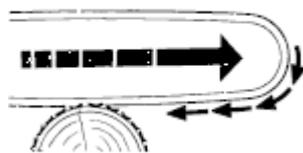

Figura 5.
- Tirón: ocurre cuando la cadena, por la parte inferior de la espada, se detiene repentinamente, produciendo un tirón sobre el operario que lo empuja hacia la motosierra. Para evitar esta situación, empiece el corte siempre con la cadena a máxima velocidad y la púa de tope en contacto con la madera (figura 5).